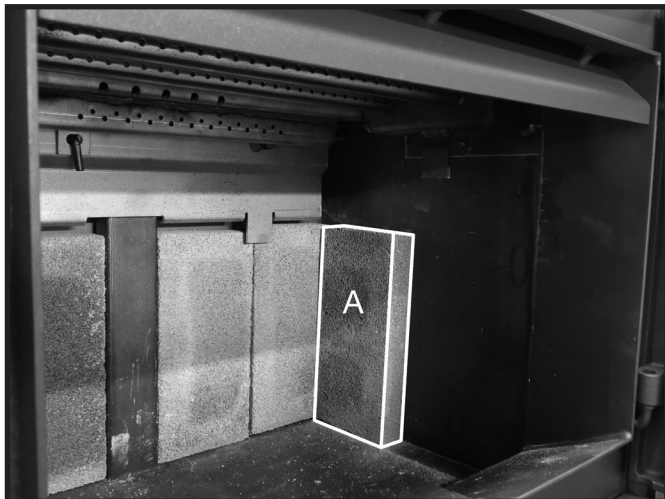
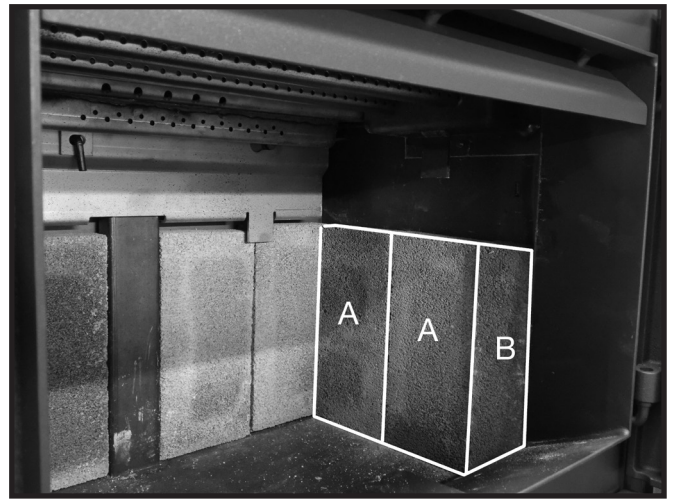

Figure 13: 1ère brique de mur latéral en place.
Figure 14: Briques réfractaires du mur latéral en place.
3. Pour les parois latérales: Placez une brique "A" contre la paroi latérale et contre la brique réfractaire du mur arrière (Figure 13). Placez une autre brique "A" à côté de la première, suivie par une brique à feu "B" étroite (Figure 14).